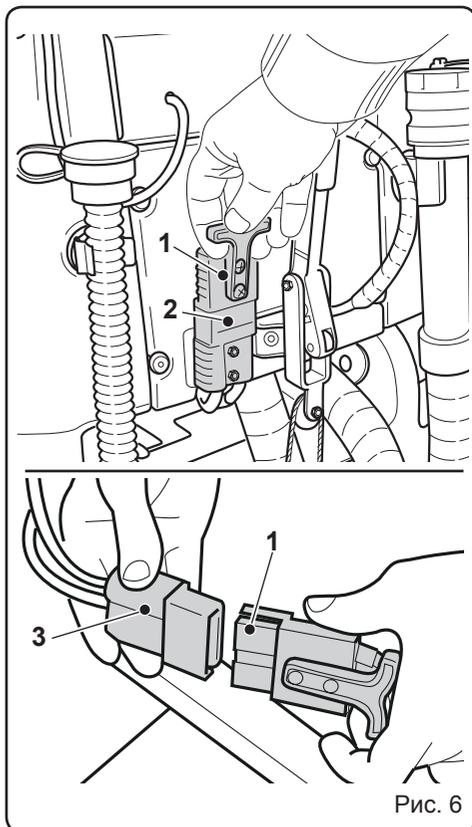

Рис. 6
4.1.b - Зарядка аккумулятора с помощью внешнего зарядного устройства (Рис. 6)
- Отсоедините разъем (1) батареи от разъема (2).
- Подключите разъем (1) аккумулятора к разъему (3) зарядного устройства.
- После окончания зарядки аккумулятора подключите разъем (1) батареи к разъему (2).